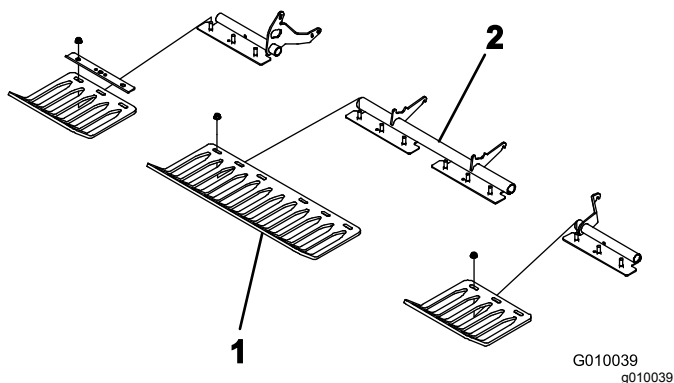

Figure 25
- Montez les protège-gazon sur leurs supports au moyen de 4 dispositifs de fixation et 12 écrous à embase (Figure 25). Ne serrez pas les fixations.
Remarque: À la livraison, les fixations des porte-gazon et les écrous à embase sont fixés aux supports des protège-gazon (Figure 25).